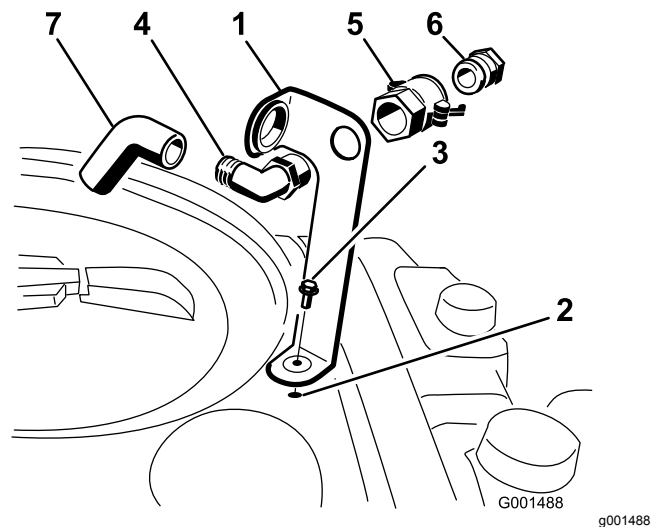

Figure 3
avec un boulon à embase (5/16" x 3/4"), comme montré à la Figure 3.
2. Passez l'extrémité fileté du raccord coudé à 90 degrés dans le trou du support et vissez-y le raccord rapide pour le fixer au support (Figure 3).
3. Raccordez l'adaptateur de flexible au raccord rapide (Figure 3).
4. Bloquez l'adaptateur en place en basculant les leviers vers l'adaptateur puis en les fixant en position avec les goupilles fendues (Figure 3).
5. Placez le flexible antisiphonnage dans la grande ouverture du support et branchez-la à l'extrémité cannelée du raccord coudé à 90 degrés (Figure 3).